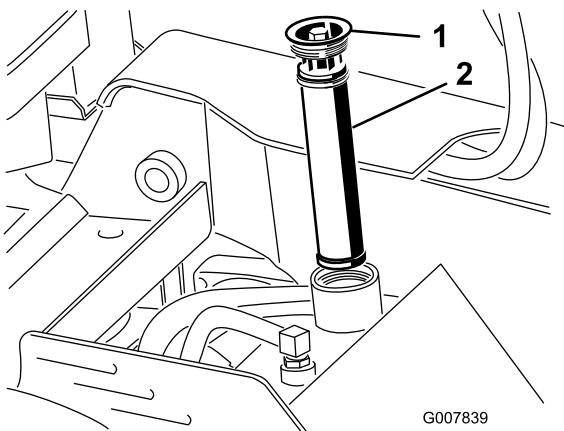

Figure 19
5. Nettoyez la surface autour du goulot de remplissage du réservoir hydraulique et enlevez le bouchon et le filtre du goulot de remplissage à l'aide d'une clé (Figure 19).